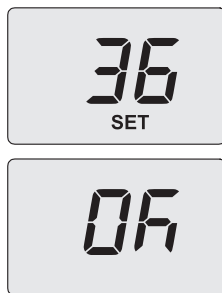

Рис. 5.44
- При помощи кнопок 10 и 11 можно изменить значение параметра 10 с **00=0** сек. до **100=510** сек. (увеличение или уменьшение значения на единицу на дисплее соответствует 5 секундам). Например, 36 = 180 секунд. На дисплее отобразится надпись **SET** (Рис. 5.44).
- С помощью кнопки 12 (Рис. 5.41) подтвердите заданное значение. На дисплее на 3 сек. появится надпись **Ok** (Рис. 5.44) с последующей визуализацией перечня параметров.